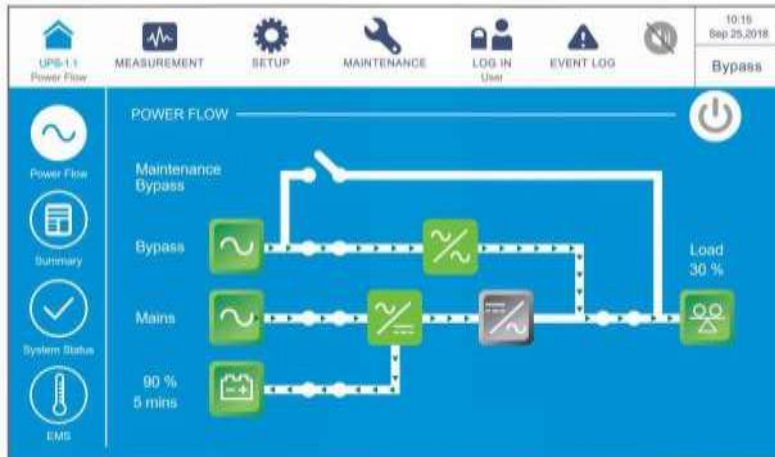

Рисунок 6-64: Экран байпасного режима
- 3) После выбора **YES** (ДА) ИБП отключит выходы силовых модулей и будет осуществлять подачу питания с байпасного источника переменного тока. Если байпасный источник переменного тока работает ненормально, то существует риск прерывания подачи питания, и подключенные важные нагрузки не будут защищены. В этот момент каждый силовой модуль продолжает заряжать батареи, трехцветный светодиодный индикатор загорается желтым цветом и появляется следующий экран (**Рисунок 6-64**). Расположение трехцветного светодиодного индикатора см. на **Рисунке 2-11**.